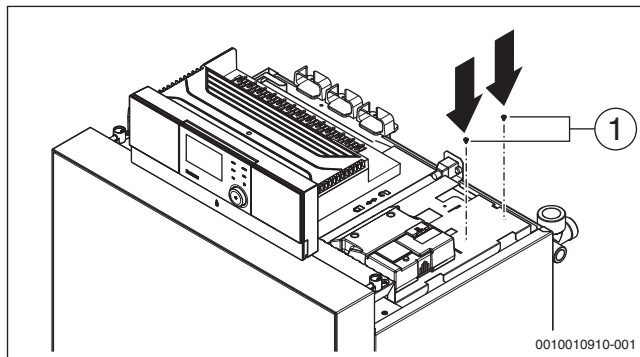

Bild 31 Schrauben eindrehen
- Zwei Schrauben bis auf 1,5 mm in den Modulträger schrauben (→Bild 31, [1]).